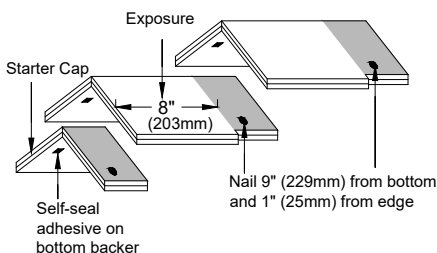

Figura 3
6. Comienza colocando las piezas de tejas de cumbrera de tamaño completo de 12" x 12" (305 x 305 mm)... tal como se muestra (consulta la Figura 3). Aplica con una exposición de 8" (203 mm), comenzando desde la parte inferior de la limatesa o desde el extremo de la cumbrera opuesta a la dirección del viento predominante. Utiliza la muesca de alineación en el área del traslapo de inicio como guía para instalar las siguientes tejas de cumbrera.
7. Aplica la cumbrera usando 2 clavos por pieza a 9" (229 mm) detrás del extremo expuesto y 1" (25 mm) arriba del borde... (consulta la Figura 3 para ver la ubicación de los clavos). Usa solamente clavos para techos de acero recubiertos con zinc o aluminio, calibre 10-12, arponados, roscados o de vástago liso con cabezas de $\frac{3}{8}$ " (10 mm) a $\frac{7}{16}$ " (12 mm) de diámetro. Los clavos deben tener la longitud suficiente para penetrar al menos $\frac{3}{4}$ " (19 mm) de las cubiertas de madera o solo a través de madera contrachapada u OSB. Los clavos deben quedar al ras de la superficie de la teja. La teja se dañará si la traspasa. Los clavos que sobresalen interfieren con la resistencia al viento de la teja.